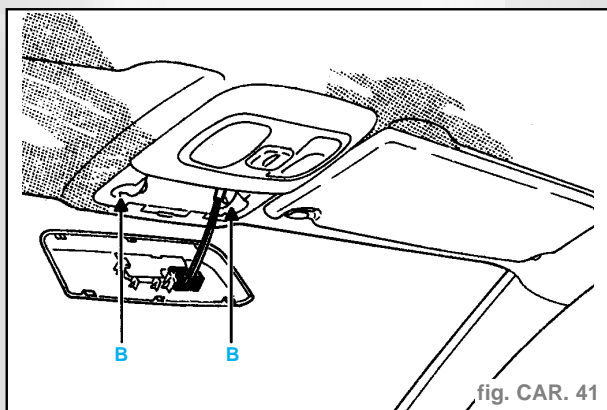

fig. CAR. 41
- Déposer les deux vis de fixation (B) (fig. CAR. 41).